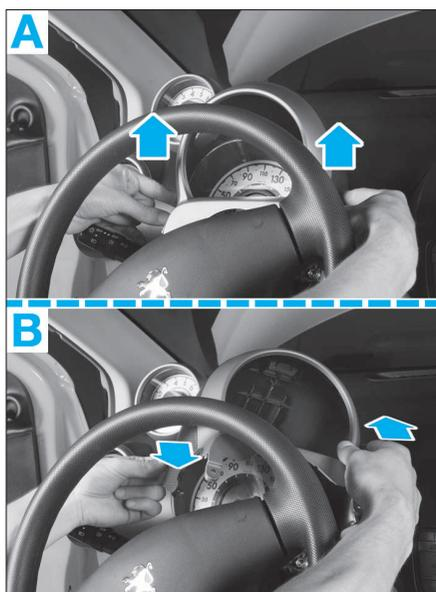

FIG. 38
- Extraire comme illustré l'entourage du combiné (Fig.38).